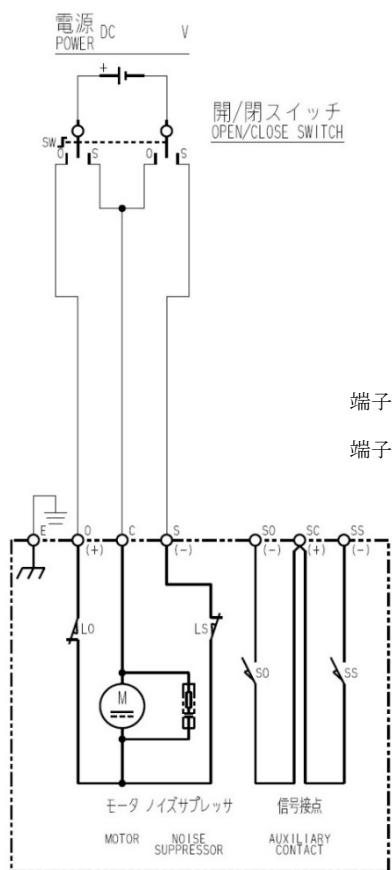

図 5 : B 形内部接続図
- (1) 端子箱カバー※を取り外します。端子箱と端子箱カバーの間にはパッキンが入っていますので、紛失したり傷を付けないように注意してください。
- (2) ケーブルをケーブルランドに通しケーブル先端に圧着端子を取付けます。圧着端子のかしめは適正工具で確実に行ってください。
- (3) 図5、6に制御動作B及びCの標準接続図を示します。制御動作CEやCX、その他特殊仕様の場合、本図通りでは無いことがありますので、接続図や仕様書で確認してください。
- (4) 端子台への接続は、プラスドライバーの2番を使用し確実に行ってください。
- (5) 配線終了後、パッキンの挟み込みに注意して端子箱カバーを取付けてください。